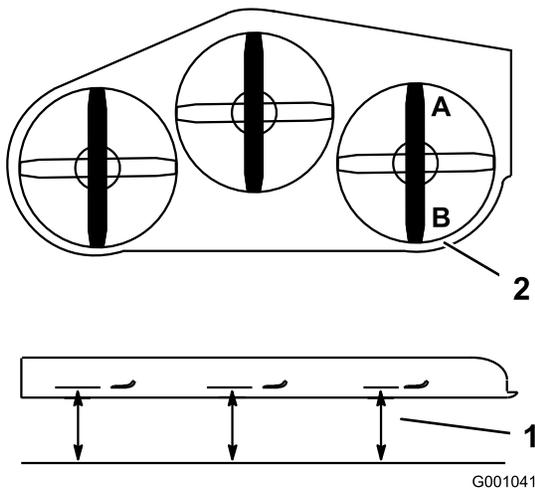
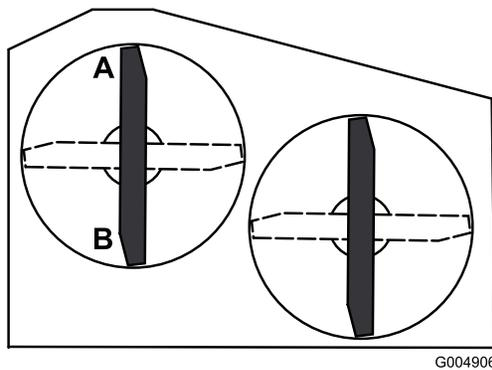

Figura 73
Figura 74
- Coloque una cuchilla en posición longitudinal. Mida en las posiciones **A** y **B** desde una superficie nivelada hasta el filo de corte de los extremos de la cuchilla (Figura 73 o Figura 74). Para carcasas de corte de 36 pulgadas, consulte la Figura 74.
4. Coloque las cuchillas en posición longitudinal. Mida en las posiciones **C** y **D** (Figura 73) desde una superficie nivelada hasta el filo de corte de las cuchillas.